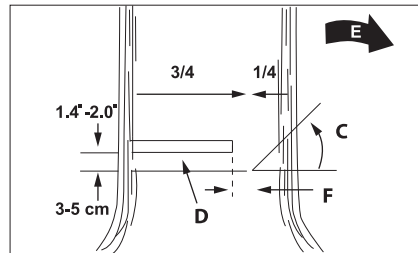

Рис. 15
Не ходите перед деревом, на котором уже произведены надпилы. Окончательный срез (D) выполняется с обратной стороны дерева в 3-5 см над горизонтальной основой надпила (С) (рис. 15).